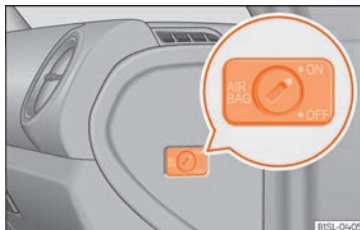

Fig. 76 Al costat de l'acompanyant: interruptor de clau per activar i desactivar el coixí de seguretat frontal de l'acompanyant.
- Amb ajuda de la clau del vehicle, gireu l'interruptor de clau a la posició **ON** » » **fig. 76**.